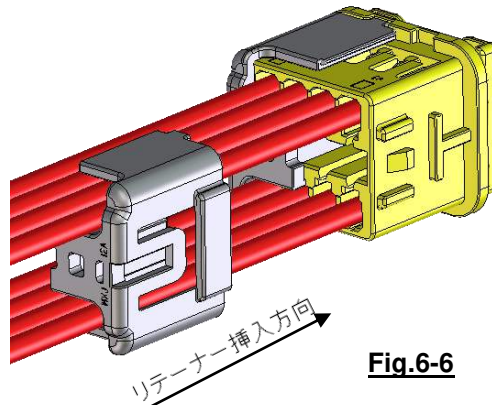

Fig.6-6
- ① ハウジングの左右、リテーナー上下を挟むように、軽く持ってください。
- ② リテーナーをFig.6-6、Fig.6-7に示す方向から挿入してください。
- ③ リテーナーのロック部がハウジングに設けられたガイドリブに沿うようにし、爪が完全にかかるまで、ゆっくりと真っ直ぐ装着してください。